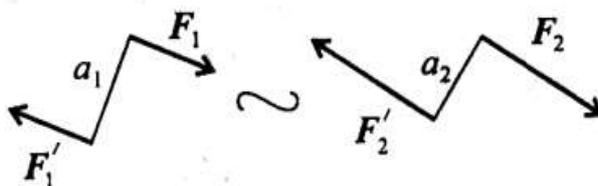

Рисунок 5 – Эквивалентные пары сил
**Пример 1.** Дана пара сил  $|F_1| = |F'_1| = 42$  кН; плечо 2 м. Заменить заданную пару сил эквивалентной парой с плечом 0,7 м (рисунок 5).